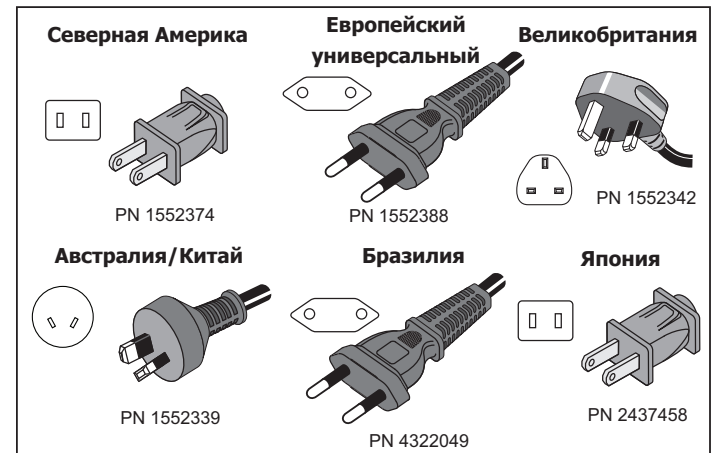

Рис. 1. Кабели питания от сети для разных стран
- Кабель питания от сети (см. рис. 1)